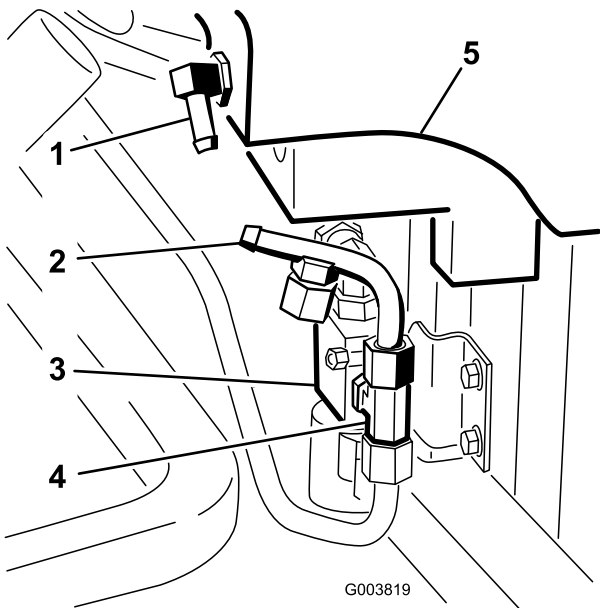

図 24
- 油圧ライン #4 を、バルブの側面に取り付けたT字フィッティングに接続する（図 24）。